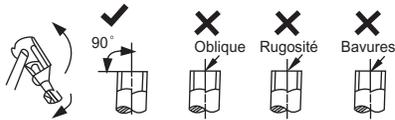

Fig. 25 – Coupe du tuyau
2. Coupez le tuyau à 90 degrés (voir figure 25) au moyen d'un coupe-tube.